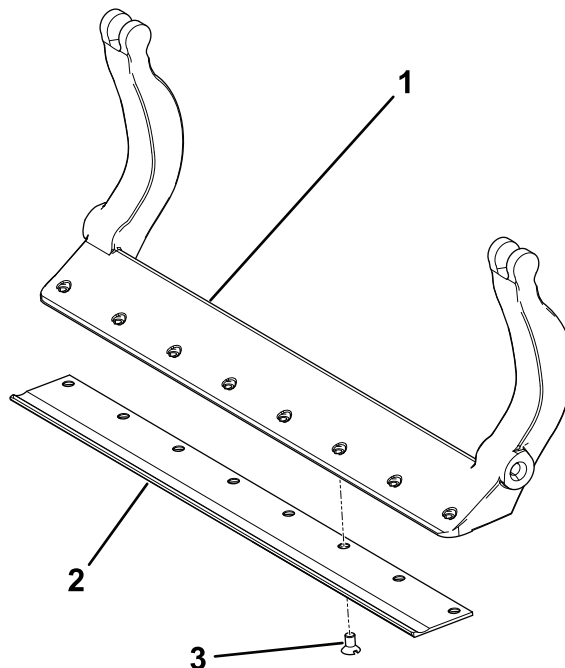

Figura 41
4. Coloque uma arruela de aço no exterior de cada uma das arruelas de nylon (Figura 41).
3. Aplique composto antigripagem nos parafusos e instale a lâmina de corte na barra de apoio da seguinte forma (Figura 41):